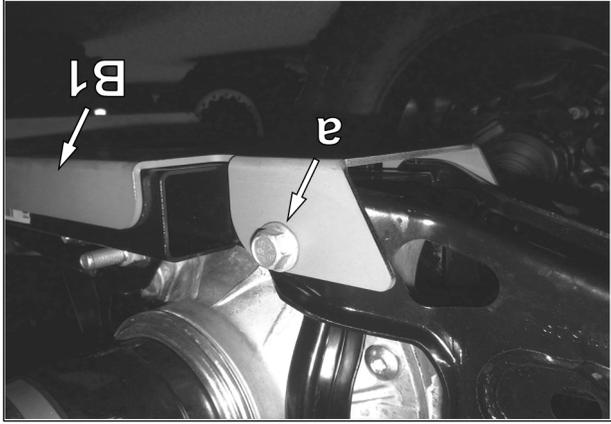

Fig. 3
4. Dévisser et retirer le boulon de fixation du différentiel arrière. Positionner la plaque anti-rotation arrière (B1) sous le véhicule. Les trous de l'extrémité doivent être alignés avec le trou de fixation du différentiel au châssis du véhicule. Réinstaller le boulon de fixation (a) du différentiel arrière et utiliser le nouvel écrou (B4) fourni. Ne pas le serrer complètement. Voir la Fig. 3